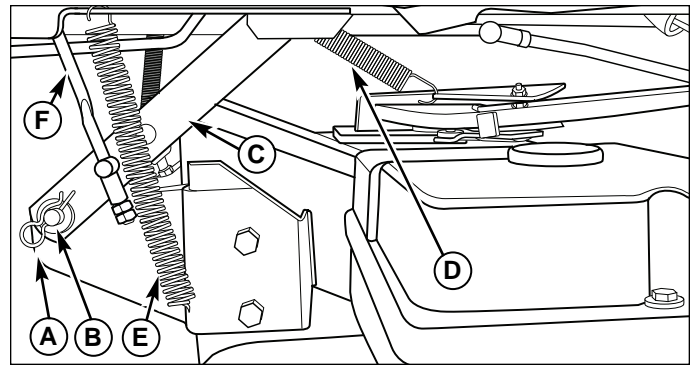
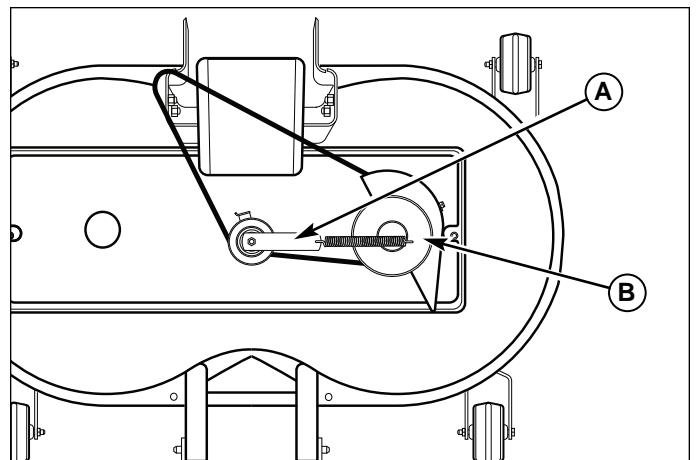

Figure 4. Dépose et installation du plateau de coupe de la tondeuse (vue de dessous du côté droit du tracteur)
Figure 5. Dépose et pose de la courroie
2. Mettre le carter de coupe dans sa position de coupe la plus basse au moyen du levier de réglage de hauteur (A).
3. Placer également le levier de levage (A) sur sa position la plus basse.
4. Démonters les goupilles en épingle à cheveux (A, Figure 4) des tourillons (B) sur les deux côtés du plateau de la tondeuse. Enlever les tourillons des bras de levage du plateau de la tondeuse (C). Remettre les goupilles en épingles à cheveux en place pour ne pas les perdre.
5. Enlever le ressort supérieur (D) et les deux ressorts inférieurs (E) des deux côtés du plateau de la tondeuse.
6. Relâcher la tension de courroie avec le bras de renvoi (A). Déposer la courroie de la poulie de PDF (B, Figure 5).
6. Attacher le ressort supérieur (D, Figure 4) et les deux ressorts inférieurs (E) sur les deux côtés du plateau de la tondeuse.
7. Connecter les tourillons (B) aux bras de levage du plateau de la tondeuse (C). Fixer avec épingles à cheveux (A).
8. Déplacer le bras de renvoi (A, Figure 5) pour augmenter la tension de la courroie.